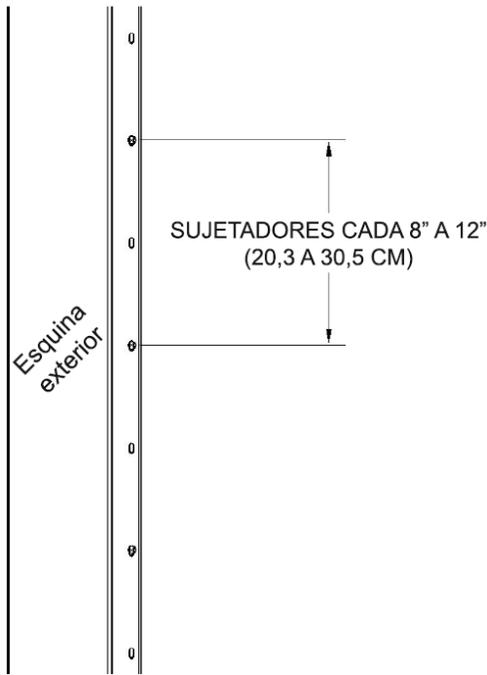

Fig. 1
3. Fije la esquina exterior a la pared utilizando clavos o tornillos galvanizados, inoxidable o resistentes a la corrosión aproximadamente cada 8" a 12" (20,3 a 30,5 cm) a lo largo del reborde de clavos (Fig. 1).